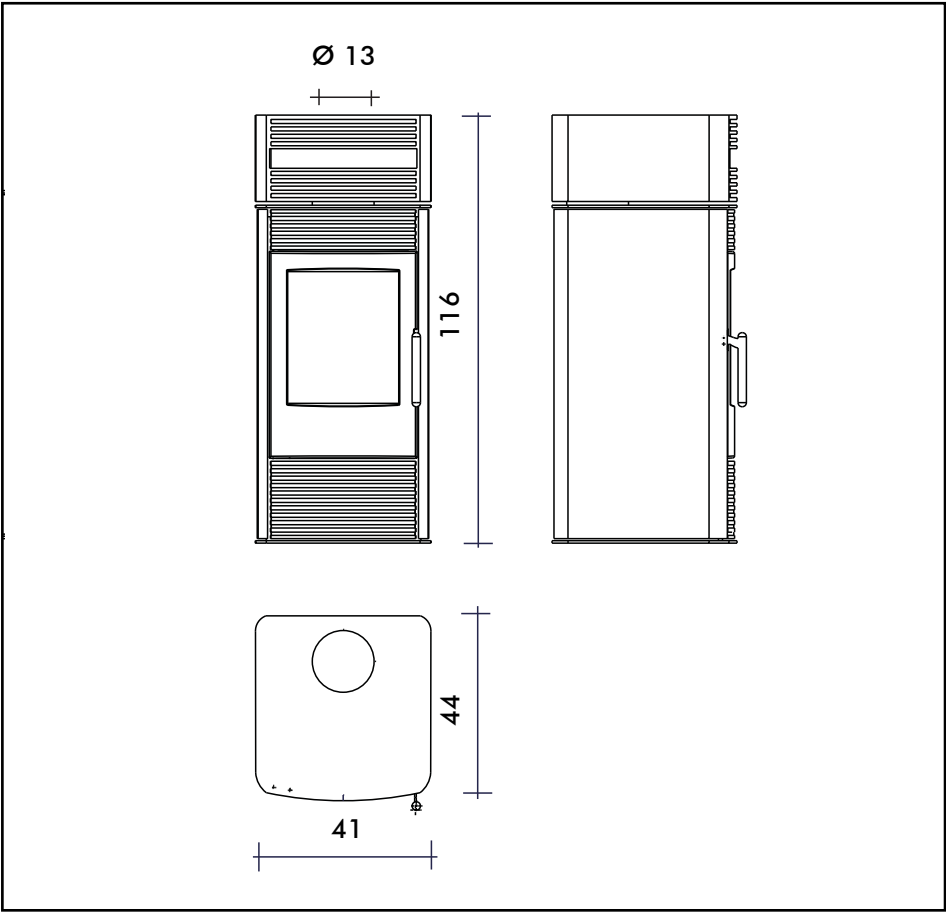

FIG. 4
- Per variare la temperatura del forno sarà sufficiente agire sulla levetta **A** (Fig. 4), situata al centro della portina inferiore.
- **La regolazione dell'aria primaria** si ottiene agendo sulla levetta **A** (Fig. 4), situata al centro della portina inferiore.
PRIMA ACCENSIONE (Fig.4 - pag. 4)
- Aprire la valvola dell'aria comburente posizionando la leva **A in posizione 2 (Fig.4 pag. 4)**, aprire la valvola di tiraggio eventualmente inserita nel tubo di collegamento alla canna fumaria (canale da fumo).
- A fuoco troppo intenso si consiglia di chiudere parzialmente la valvola dell'aria comburente posizionando la leva **A in posizione 1 (Fig.4 pag. 4)** e di chiudere leggermente la valvola di tiraggio eventualmente installata sul tubo di collegamento alla canna fumaria (canale da fumo).